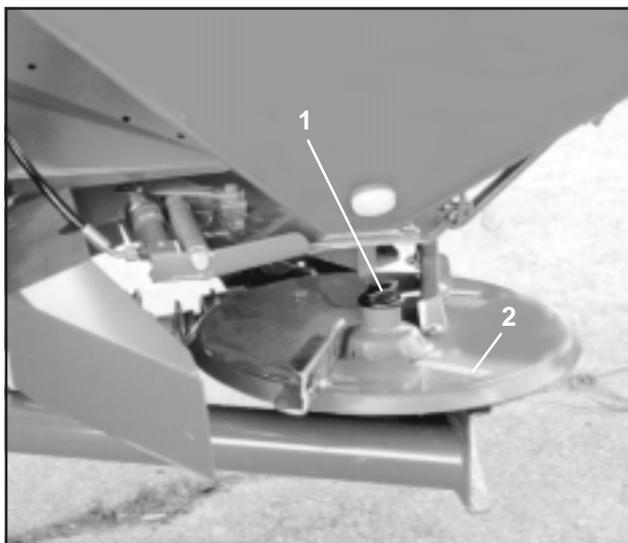

Рис. 7.28
- Снимите барашковую гайку (Рис. 7.28/1).
При установке распределяющего диска не перепутайте «левый» и «правый». Распределяющие диски маркированы соответствующими наклейками (Рис. 7.28/2).